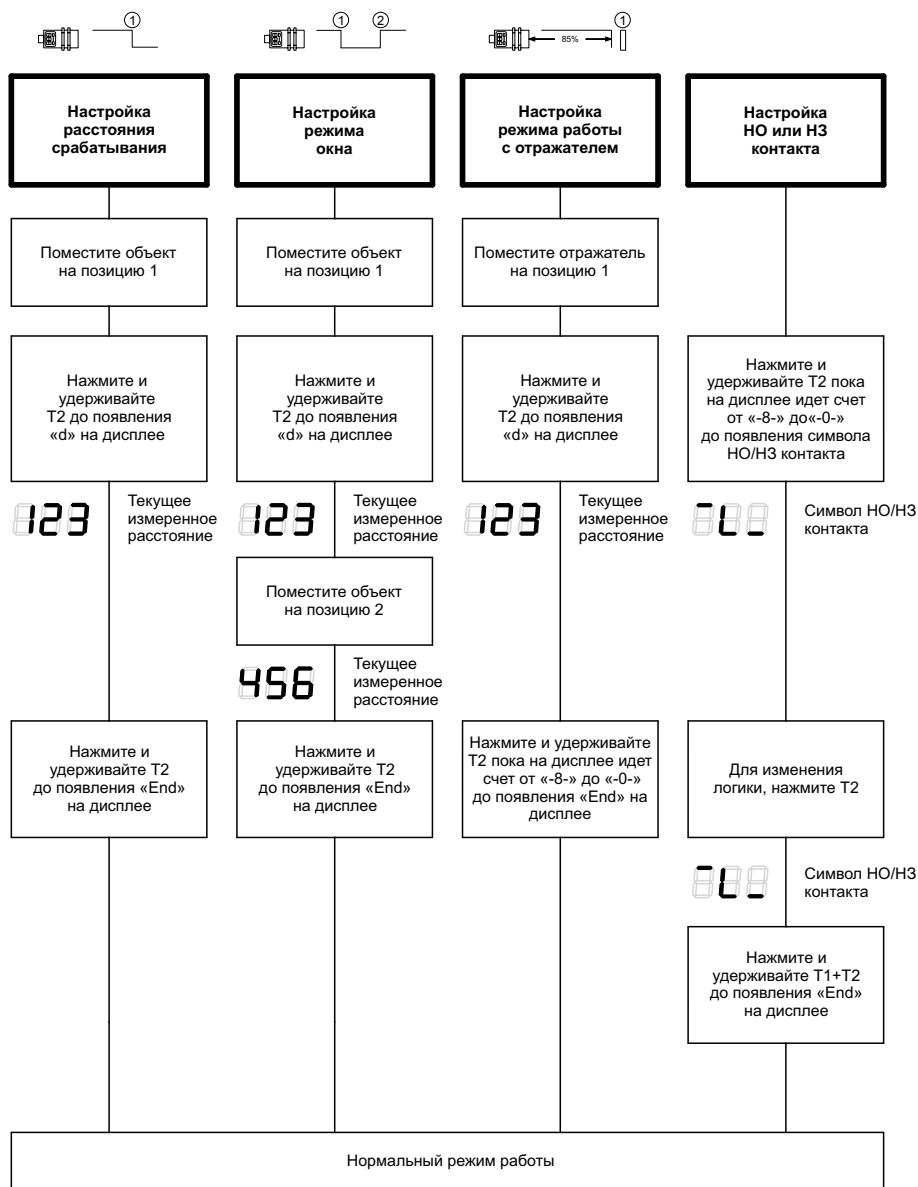

Рисунок 12 – Задание параметров с помощью процедуры «обучения» для датчика mic+.../D/TC, mic+.../F/TC
- 2) С помощью процедуры обучения на объекте (см. рисунок 12).